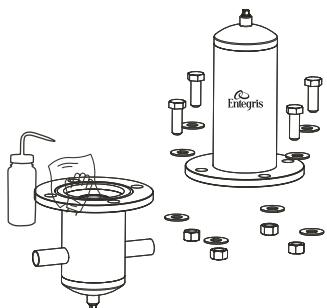

図 2.
1. イソプロピルアルコール (IPA) に浸した布 (IPA > 95% 推奨) で濡らし、ハウジングの内側と外側の表面をクリーニングします(図 2)。
1. 適切なサイズのレンチを使い、ハウジングの中央部からボルト、ナット、ワッシャーを取り外します(図 2)。
2. ハウジングの上半分を取り外します(図 2)。